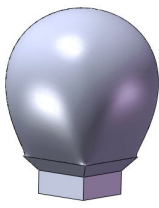

图 5-37 生成锥削弯曲特征
(1) 单击模型中的拉伸特征，使其处于被选择状态。
(2) 选择【插入】|【特征】|【弯曲】菜单命令，系统打开【弯曲】属性管理器。在【弯曲输入】选项组中，选中【锥削】单选按钮，在【弯曲的实体】选择框中显示出实体的名称，设置【锥削因子】为 1.833 749 23，单击【确定】按钮，生成锥削弯曲特征，如图 5-37 所示。